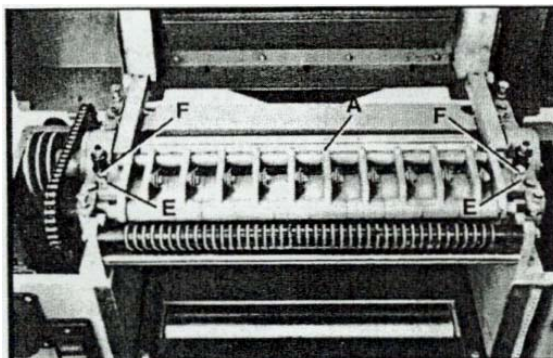

Fig. 37
Стружколоматель А, рис. 37 установлен на станке сверху и его зубья опускаются вниз, огибая фрезерную головку. При проходе обрабатываемой заготовки зубья приподнимаются, ломая деревянную стружку. Нижняя плоскость стружколомателя должна быть параллельна линии ножа и опускаться на 1 мм ниже верхней точки окружности фрезерной
5. При необходимости регулировки установки стружколомателя ослабить затяжку двух шестигранных гаек Е, рис. 37 и поворотом регулировочных винтов F установить стружколоматель в положение касания в правой и левой части стола.